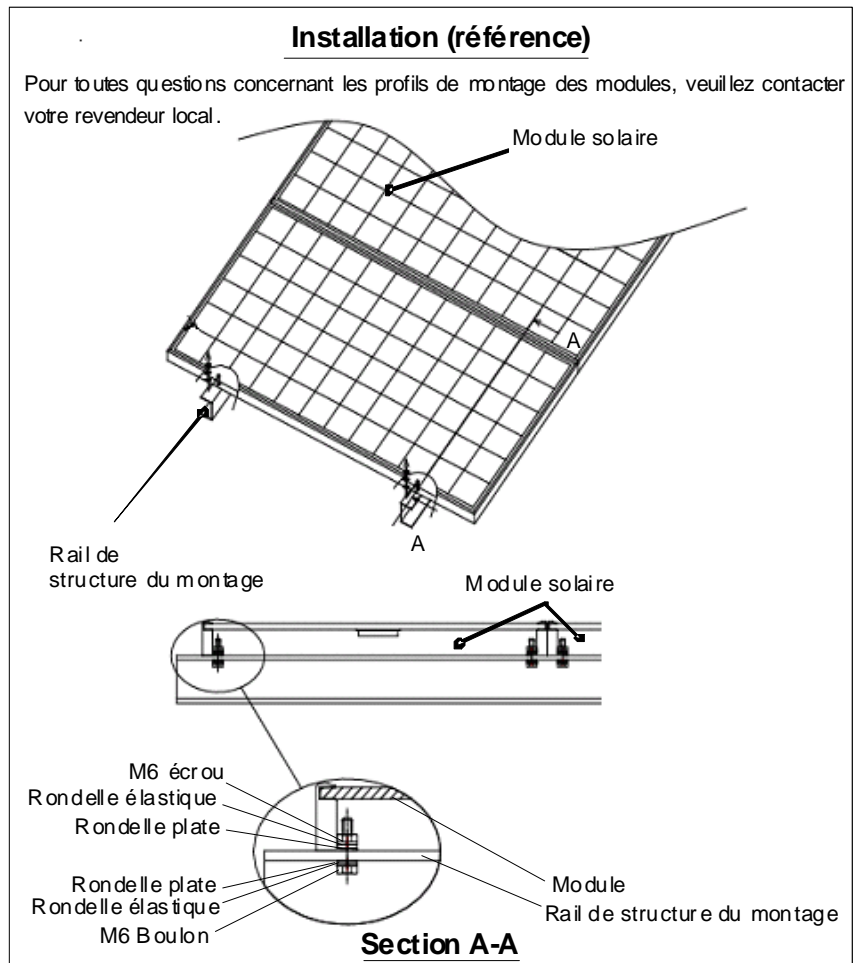

Figure 1: Installation
- Nous conseillons les méthodes d'installation illustrées à la Figure 1. Dans certaines zones, des codes électriques locaux peuvent régir l'installation et l'utilisation des modules PV.